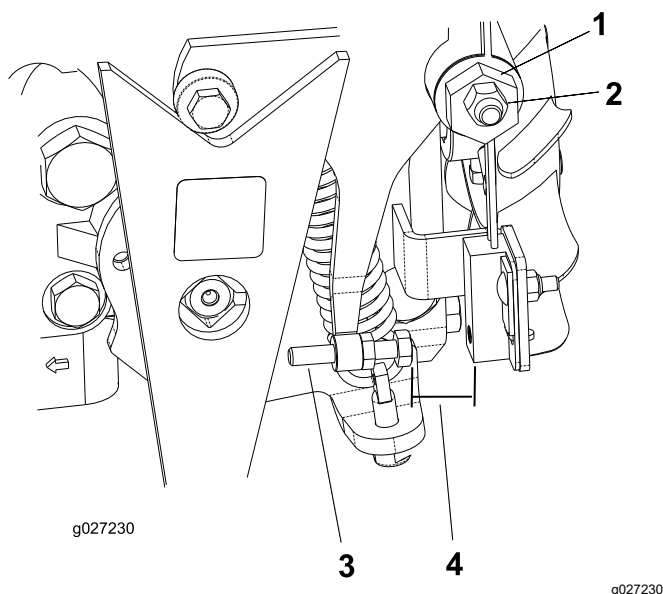

図 34
- エンジンを始動し、カム 図 34 を左右に回してニュートラル位置の中心に合わせる。
- ねじを回して、すき間を 0.8-2.3 mm に調整する 図 34。